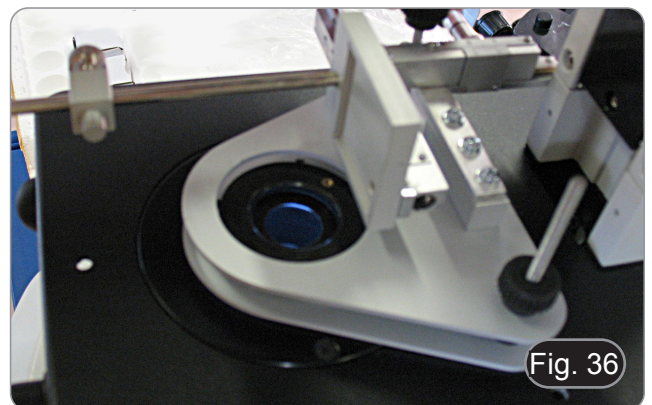

Fig. 36
3. Stapeln den Übersetzungshalter und befestigen ihn mit den Abstandshaltern. (Fig. 36)